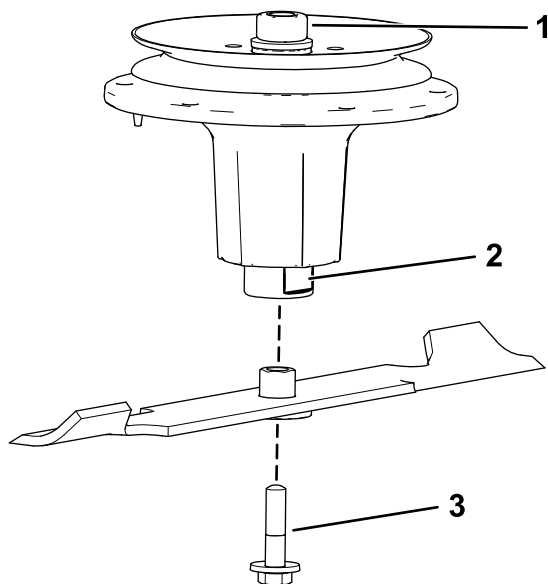

Figura 107
2. Instale el conjunto de buje/cuchilla en el eje (Figura 107).